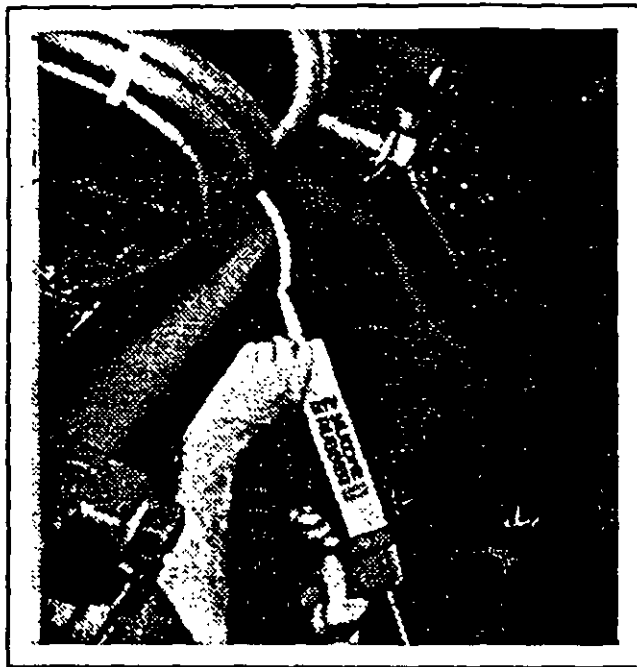

FIG. 27. RENUEVE EL SELLADOR RTV ALREDEDOR DEL GUARDAPOLVO DE LA TAPA DEL EJE SI ES NECESARIO. E-24793-S
Asegúrese de que el guarda polvo del eje de hoja metálica (entre las tapas del eje) esté en su lugar y no se haya dañado. Este deberá ser sellado alrededor de su periferia completa con sellador RTV. Si es necesario, renueve el sellador (Fig. 27) usando RTV-102 o un equivalente.
2. Separe el conjunto de felpa del cargador levantando el extremo de la placa empujadora en el punto indicado, Fig. 27, para quitar el perno de